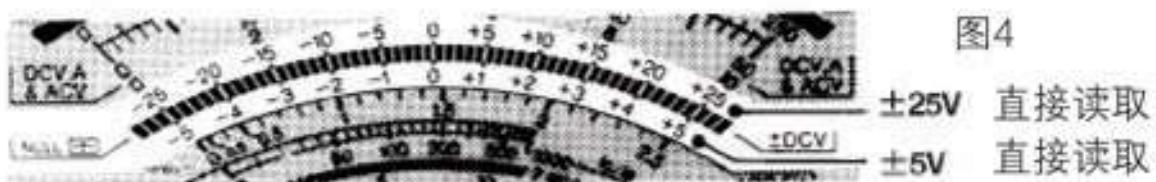

图4
4. 仪表刻度：使用刻度为DCV (NULL)，读取方法如图4所示。